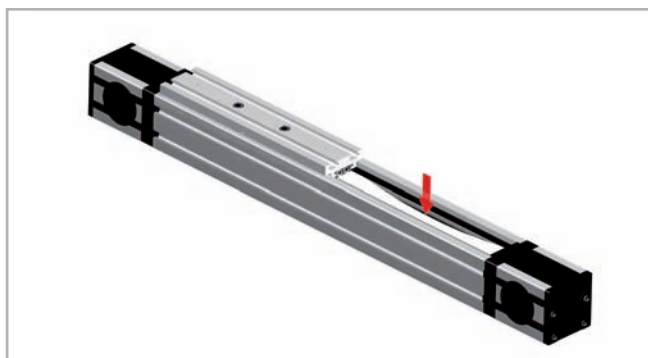

Рис. 40
2. Нажать на зубчатый ремень по направлению снаружи-вовнутрь, отжав его на половину ширины, соответственно настолько, чтобы стали видны внутренние направляющие (см. Рис. 40). Для этой цели может потребоваться предварительно снять натяжение ремня. См. раздел "Натяжение ремня" (стр. US-63).